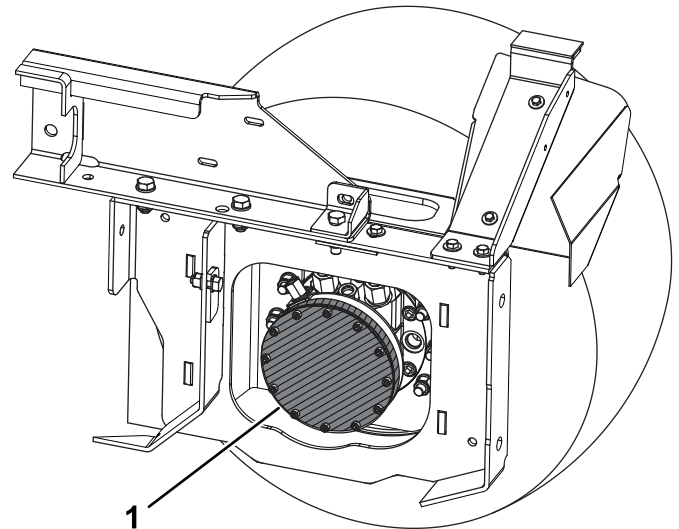

Figura 1
3. Individuate il motore sulla ruota anteriore destra. Asportate tutta la sporcizia e i residui dall'area ombreggiata della Figura 1 per evitare che elementi contaminanti entrino nel motore quando il coperchio viene allentato.